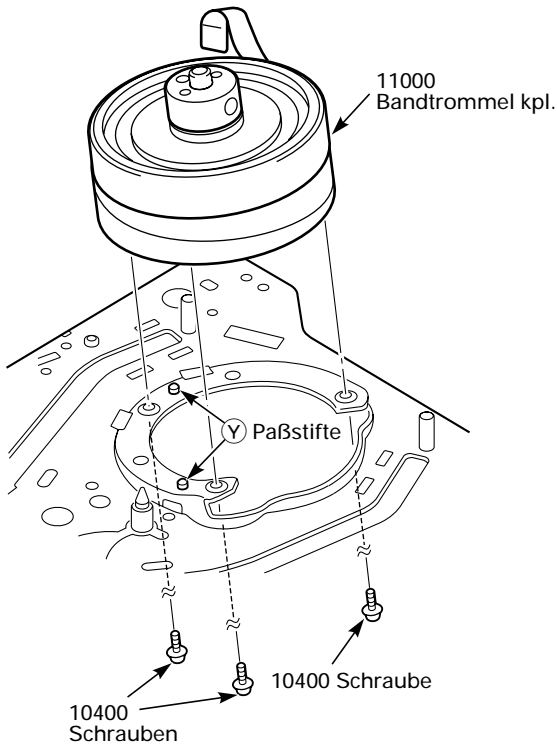

Fig. 8.38
Hinweis: Beim Einbau die Bandtrommel kpl. (Pos. 11000) auf die beiden Paßstifte (Y) der Montagefläche auf dem Laufwerkschassis ausrichten (Fig. 8.38). Die Schrauben (Pos. 10400) mit einem Drehmoment von 3.9 bis 4.2 kg/cm festziehen.